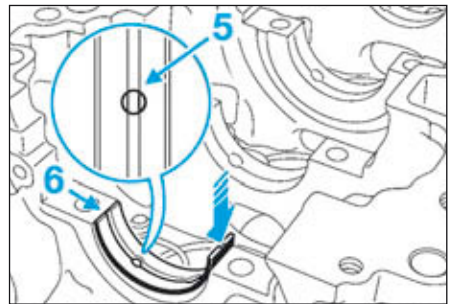

FIG.71
- Centrer le coussinet rainuré sur le palier n°1 du bloc-cylindres en alignant la rainure du coussinet avec la rainure du palier (5) (Fig.71).
- Bloquer le coussinet à affleurement du palier en (6) et pousser du côté opposé jusqu'à amener le coussinet à affleurement du palier.